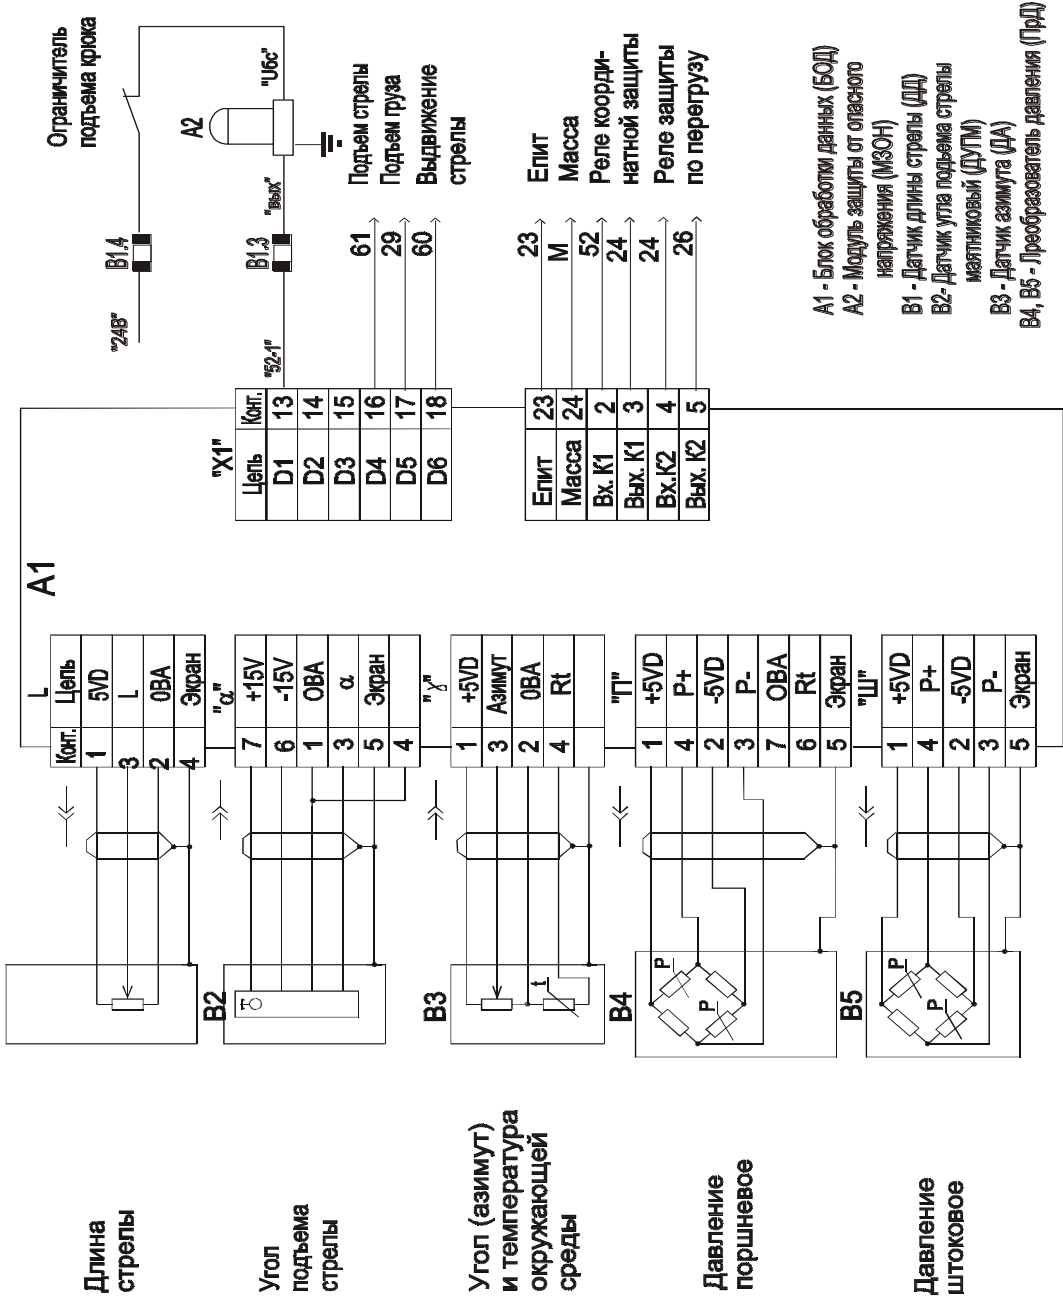

Рисунок 2- Схема включения ОНК-140 на кране
1.4.2 ОНК подключается к системе управления крана (см. рисунок 2) посредством разъемов: через разъем Х1 БОДа проходят цепи управления исполнительными механизмами, цепи питания изделия, сигналы с концевых выключателей, связанных с ручками управления крана; датчики подключаются к прибору через индивидуальные разъемы.